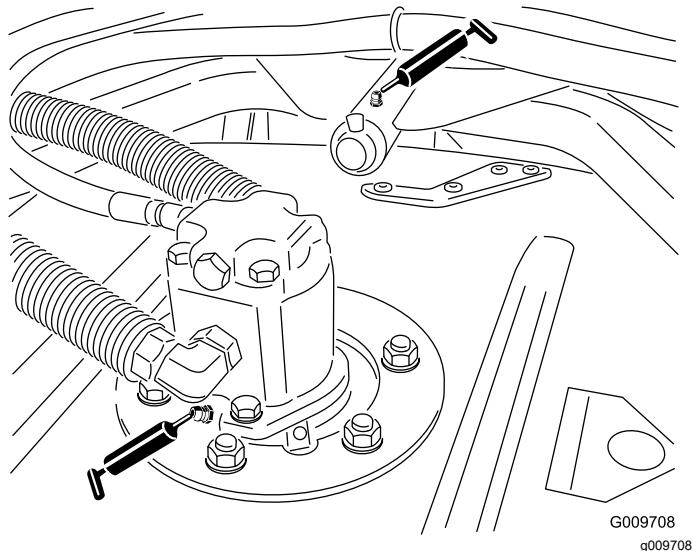

図 54
- 図 54に示す、スピンドルシャフトのベアリングカッティングユニット1台に2ヶ所